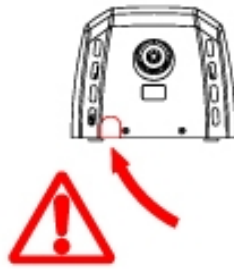

Abbildung 12
- Es ist ebenfalls sehr wichtig sich zu vergewissern, dass das Gehäuse, nachdem es an die Basis montiert und geschraubt wurde, mit dem Plastikschutz versehen ist, der auf angemessene Weise in das untere U-förmige Fenster eingerastet werden muss (Abb. 12).